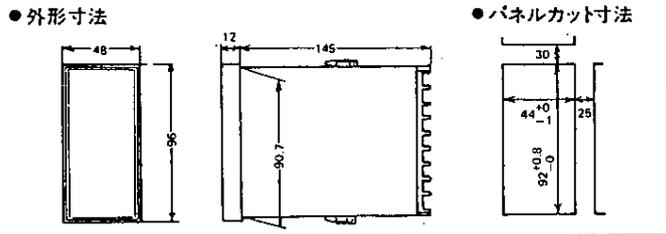

Fig. 1
(1) 取付方法
- パネルカット寸法を参照してパネルに角穴をあけて下さい(Fig.1).